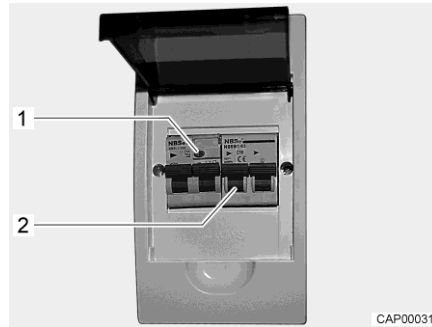

Bild 37 230-V-Sicherungskasten mit Leitungsschutzschalter und FI-Schalter
Ein Fehlerstrom-Schutzschalter (FI-Schalter) im Sicherungskasten sichert das gesamte Fahrzeug gegen Fehlerstrom (0,03 A) ab. Der nachgeschaltete Leitungsschutzschalter (10 A) (Bild 37,2) sichert das 230-V-Bordnetz ab.
- Wenn das Fahrzeug an die 230-V-Versorgung angeschlossen ist, die Prüftaste (Bild 37,1) drücken. Der Fehlerstrom-Schutzschalter muss auslösen.